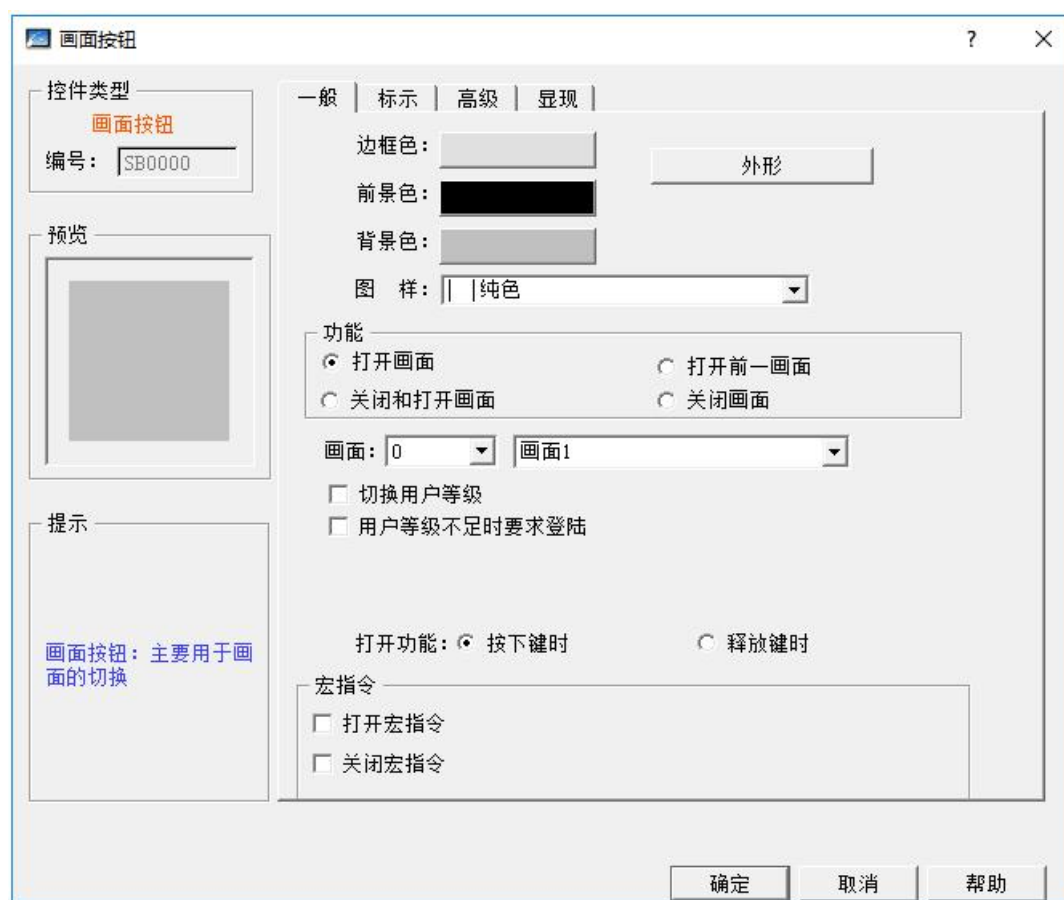

图 4-80 画面按钮对话框
- 点击工具栏上的画面按钮图标，即可弹出如图 4-80 所示的对话框。